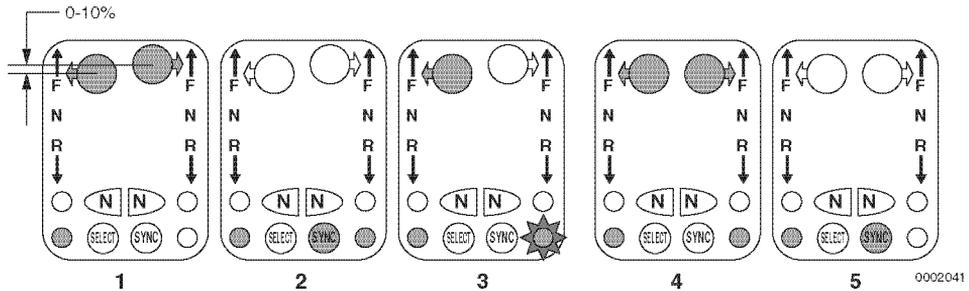

Abbildung 16
- Alle Motorschalt- und Gaseinstellungen durch Bewegungen der aktiven Steuerkopfhebel an Back- und Steuerbord auf einen Unterschied bis 10 % untereinander bewegen (**Abbildung 16, (1)**) und Schalter **SYNC** (**Abbildung 16, (2)**) am Steuerkopf betätigen. Die Synchronisierleuchte blinkt, wenn die Hebel nicht auf einem Unterschied unter 10 % stehen (**Abbildung 16, (3)**). Die Synchronisierleuchte hört zu blinken auf und leuchtet kontinuierlich (**Abbildung 16, (4)**), wenn die Hebel maximal einen Unterschied von 10 % untereinander aufweisen. Ein Dauerleuchten der Synchronisierleuchte bestätigt, dass die Marschsynchronisierung aktiviert ist. Beim Synchronisieren der Motoren werden alle Motordrehzahlen angepasst, wenn die Steuerhebel maximal einen Unterschied von 10 % und eine Gasstellung über 20 % aufweisen.